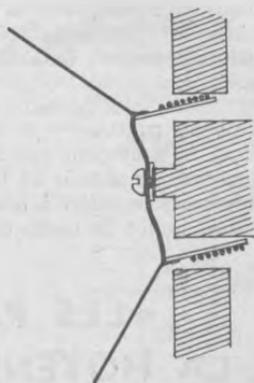

Fig. 27. — La bobine mobile basculée frotte dans l'entrefer.
3. **Déformation ou excentrage de l'entrefer.** — Quand le haut-parleur a été malmené ou par suite d'une chute, il arrive que l'entrefer soit excentré. On démonte alors le cône et on recentre l'entrefer, soit avec un calibre, soit en interposant des bandes de métal (tirées de tôles de transfo et de déchets de fer-blanc), suivant la technique du centrage de la bobine mobile. Par contre, si le châssis du cône a été faussé, comme l'indique la figure 27, la bobine mobile bascule dans son entrefer, et on entend le mirliton, à moins que tout le cône ne soit immobilisé. Le remède découle de source.